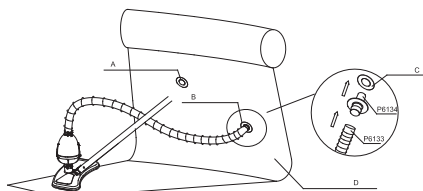
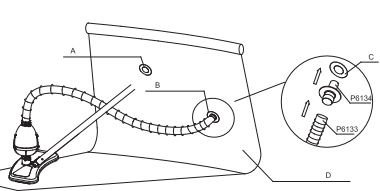

Fig. 24 / Abb. 24 / Kuva. 24 / EIK. 24 / Pnc. 24 / Rys. 24 / 24. Ábra
Fig. 25 / Abb. 25 / Kuva. 25 / EIK. 25 / Pnc. 25 / Rys. 25 / 25. Ábra
1. For pool equipped with stopper plugs: remove the plug from inside of the pool's outlet valve and insert the hose adapter (P6134). Connect the vacuum hose (P6133) to the hose adapter (P6134). (See Fig. 24 and See Fig. 25)
1. Para as piscinas equipadas com buíxo: remova o buíxo de dentro da válvula de saída da piscina e insira o adaptador da mangueira (P6134). Ligue a mangueira (P6133) ao adaptador da mangueira (P6134). (Veja Fig. 24 e Fig. 25)
1. Para piscinas equipadas con tapones de tópe: quite el tapón desde dentro de la válvula de salida de la piscina e introduzca el adaptador de la manguera (P6134). Conecte la manguera (P6133) al adaptador de la manguera (P6134). (Veja Fig. 24 y Fig. 25)
1. Für Pools mit Stöpsel-Ausstattung: Entfernen Sie den Stöpsel aus dem Pool-Ablassventil und stecken Sie den Schlauchadapter (P6134) ein. Schließen Sie den Schlauch (P6133) an den Schlauchadapter (P6134) an. (Siehe Abb. 24 und siehe Abb. 25)
1. Voor zwembaden uitgerust met stoppen: haal de stop uit de uitlaatklep van het zwembad en monteer de slangadapter (P6134). Sluit de slang (P6133) aan op de slangadapter (P6134). (Zie Fig. 24 en Zie Fig. 25)
1. Per piscine con tappi: estrarre il tappo dalla valvola di uscita della piscina e inserire l'adattatore per tubo flessibile (P6134). Collegare il tubo flessibile (P6133) al relativo adattatore (P6134). (Vedere Fig. 24 e 25).
1. Pour les piscines équipées de bouchons d'arrêt: enlevez le bouchon de l'intérieur de la valve d'évacuation de la piscine et insérez l'adaptateur de tuyau (P6134). Fixez le tuyau (P6133) à l'adaptateur (P6134). (Voir Fig. 24 et Fig. 25)
1. Для бассейна с пробкой: выньте пробку из выпускного клапана бассейна и вставьте переходник шланга (P6134). Присоедините шланг (P6133) к переходнику шланга (P6134). (См. Рис. 24 и 25)
1. W przypadku basenu wyposażonego w korki zatykające: usuń zatyczkę z zaworu wypływowego i włóż złącze węży (P6134). Podłącz węży (P6133) do złącza węży (P6134). (Zob. Rys. 24 i Rys. 25)
1. För pooler som är utrustade med stoppluggar: ta bort stoppluggen från insidan av poolens utmatningsventil och sätt i slangadaptern (P6134). Koppla slang (P6133) till slangadaptern (P6134). (Se Fig. 24 och Fig. 25)